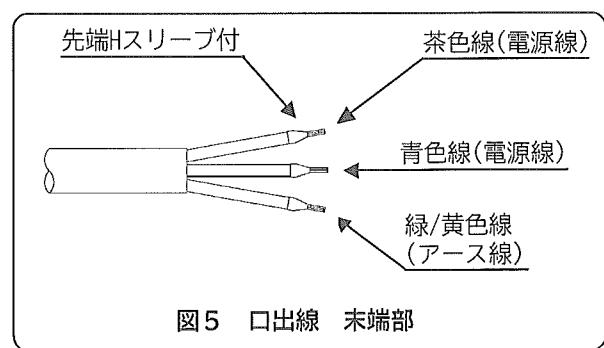

図5 口出線 末端部
1. 投光器の口出線（3心キャブタイヤケーブル）に接続する配線は、クロロプレンキャブタイヤケーブルと同等以上の性能を有するケーブルを使用し、投光器からの口出線の茶色、青色に電源を結線してください。（図5）